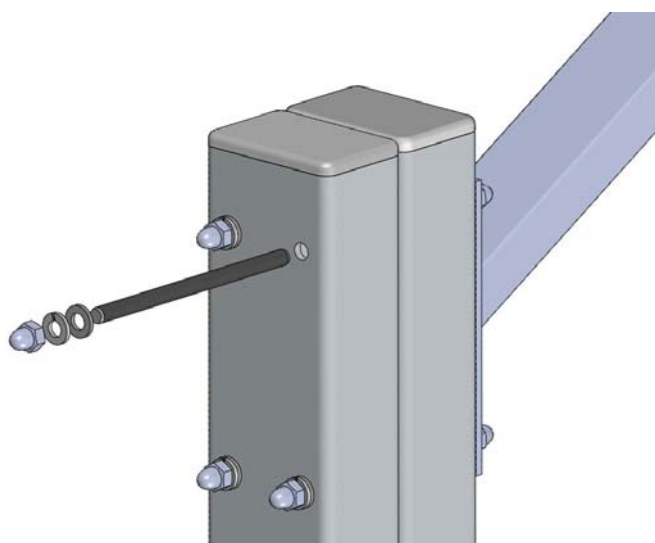

Рисунок 4. Крепление считывателя к стойке
9. Закрепите кронштейн считывателя на стойке (см. рис. 4) при помощи четырех шпилек М6, гаек и шайб, входящих в комплект поставки стойки.